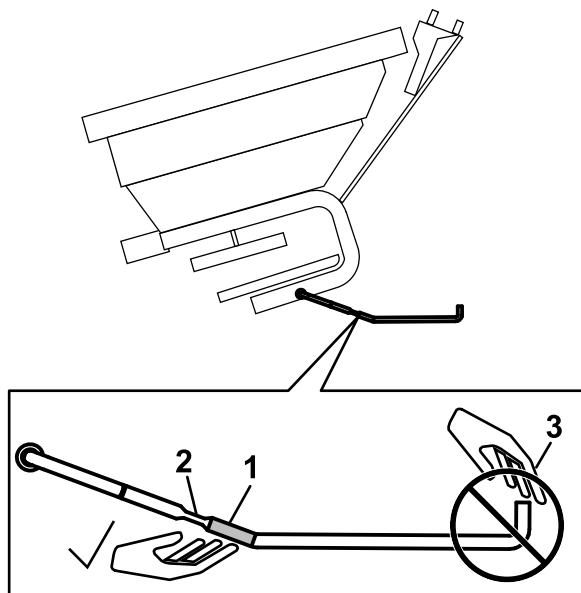

Figura 22
2. Sujete la varilla de sujeción cerca de la muesca (ver la Figura 22) y levántela hacia el bastidor de la tolva.